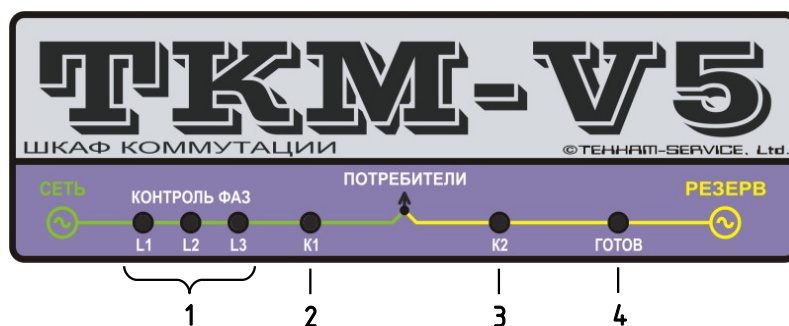

Рис. 1. Лицевая панель устройства.
4. На контроллере на секунду засветятся (протестируются) все индикаторы. Потом начнут перемигиваться индикаторы состояния фаз сети (рис.1, поз.1), это означает, что модуль индикации устанавливает связь с платой АВР контроллера. Как связь установится (обычно не дольше 4-х секунд) контроллер начнет отображать состояние системы, а через 15 секунд после включения выйдет в дежурный режим³.